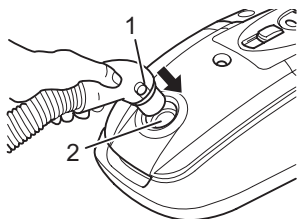

Abb. 2
1. Stecken Sie das Ende des Saugschlauchs (Abb. 2/1) in die Aufnahmeöffnung (Abb. 2/2) des Bodenstaubsaugers, bis die Verriegelung hör- und spürbar einrastet.